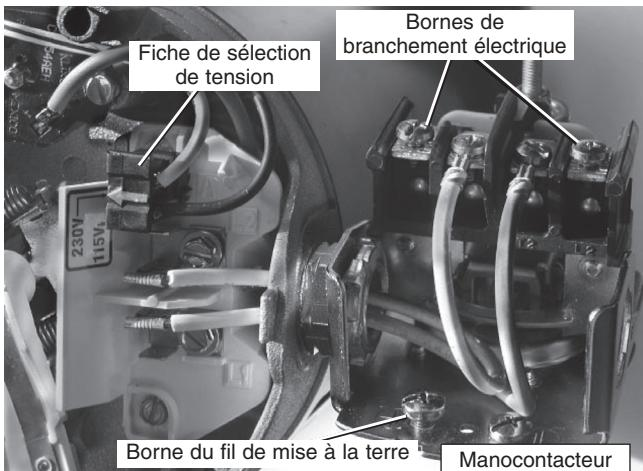

Figure 8 : Tension réglée à 230 volts sur sélecteur à fiche
4. Fixer les fils d'arrivée de courant aux deux vis extérieures du manostat (figure 8).
5. Relier le fil de terre à l'une des bornes de raccord de mise à la terre (figure 8).
- 1 ° Brancher tout d'abord le fil de mise à la terre, comme il est illustré à la Figure 8. Le fil de mise à la terre doit être un fil de cuivre massif d'un diamètre au moins aussi gros que le diamètre des fils de tension.
- 4 ° Brancher les fils de tension sur le manostat, comme il est illustré à la Figure 8.